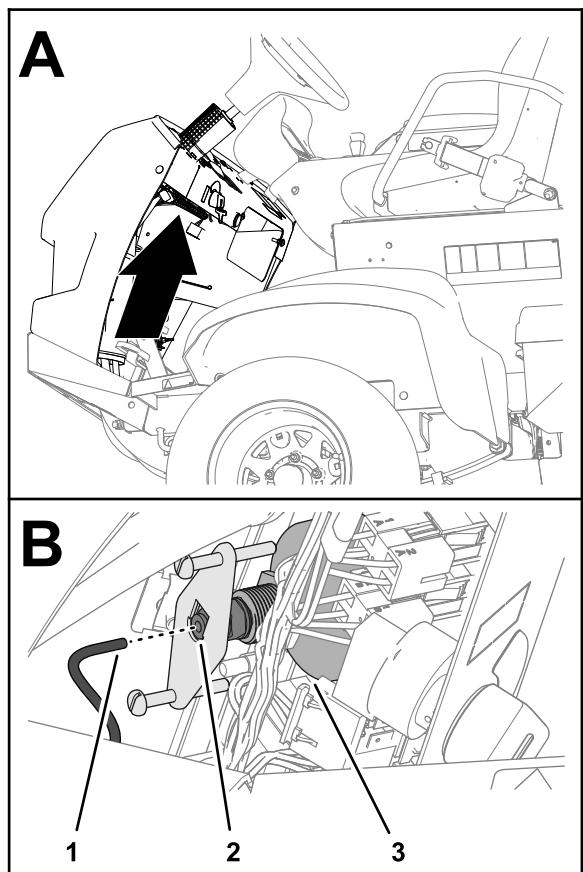

Figure 138
1. Insérez le tube du manomètre dans le coupleur au dos du manomètre (Figure 138).